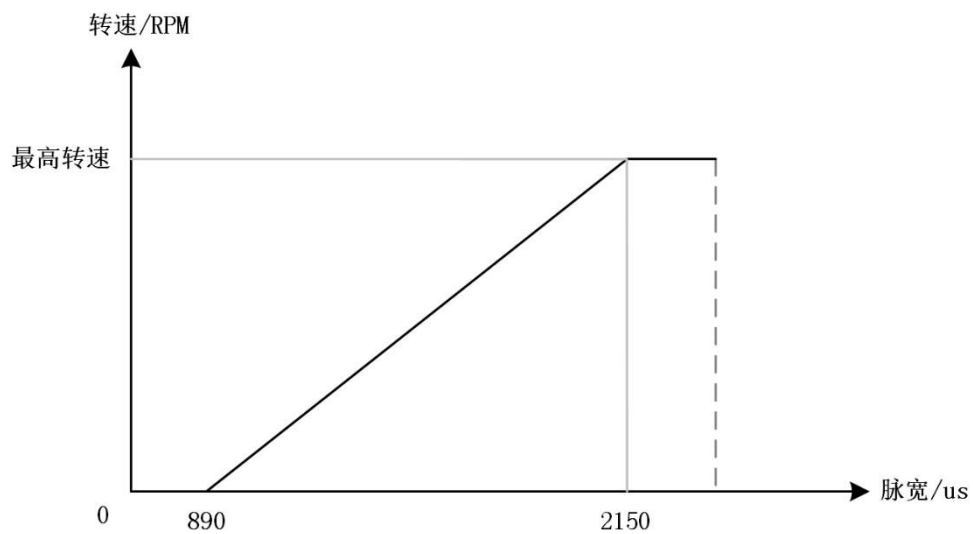

图 4.3 转速与脉宽控制信号的关系
- 改变其油门脉宽数值，观察电机转速变化。电机转速与输入的油门脉宽的关系如图 4.3 所示。如输入 2150us 宽度的 PWM，则电机以最高转速运行。